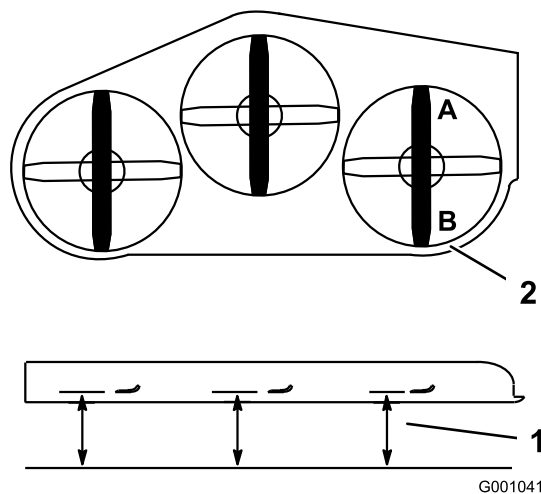

Figura 85
2. Posicionar uma lâmina da parte dianteira para a traseira. Medir nas localizações **A** e **B** desde uma superfície nivelada até à aresta de corte das pontas das lâminas (Figura 85).